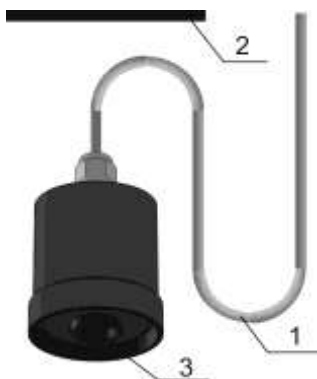

Рисунок 6.5.
6.4. Желательно не допускать попадания прямых струй воды или другой жидкости на блок датчика, особенно при несоблюдении требований к размерам соединительного кабеля БД-БПС (см. пункт 6.6). Для этого при монтаже могут использоваться конструктивные решения, показанные на рис.6.5.
Вода может попадать на корпус датчика по соединительному кабелю. Для устранения причины необходимо при монтаже сделать петлю на кабеле, как указано на рис.6.5 (поз. 1).
Если есть вероятность попадания струй воды на датчик с других конструктивных элементов, необходимо предусмотреть козырек, как указано на рис.6.5 (поз. 2).